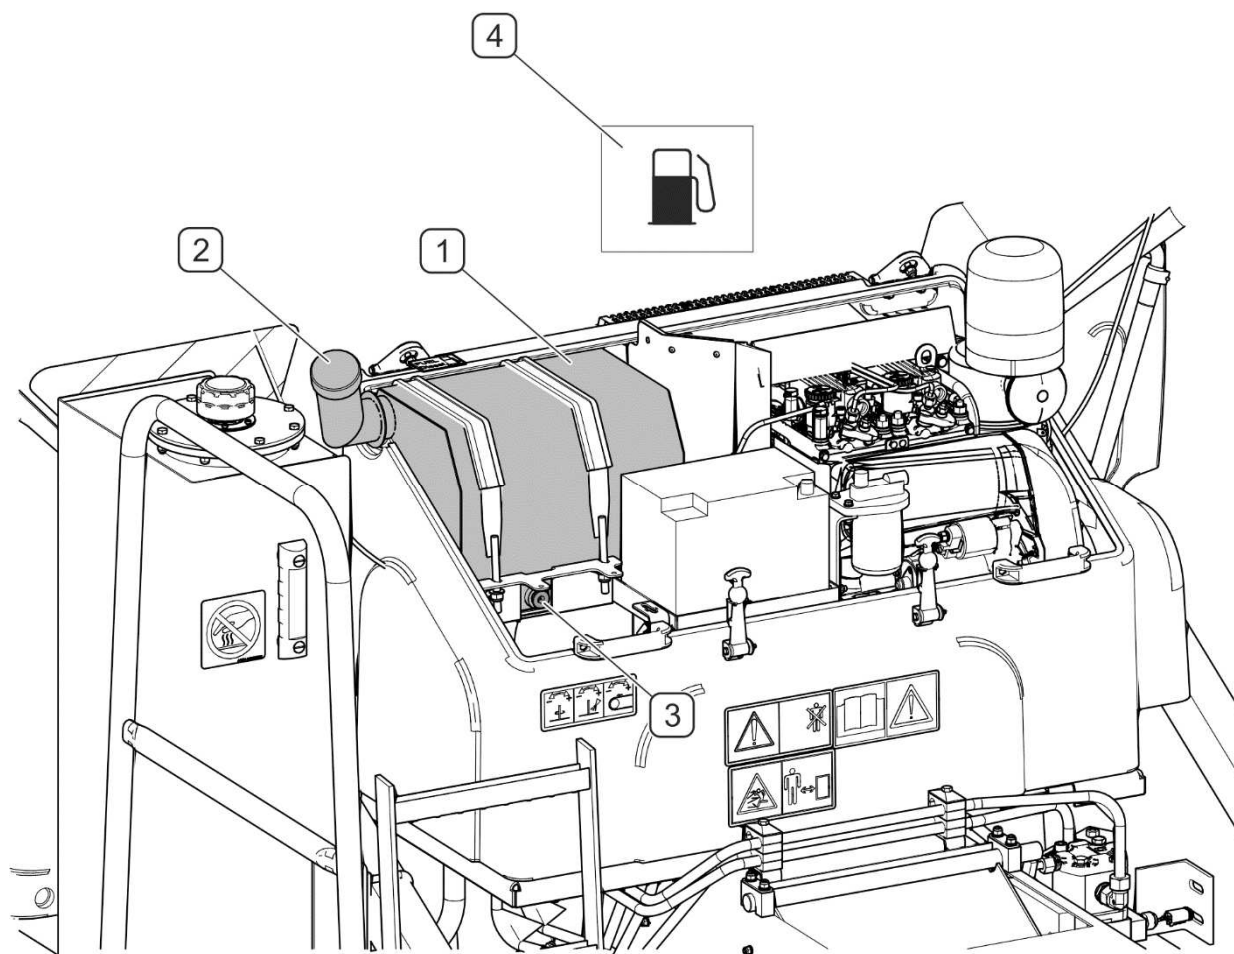

РИСУНОК 4.2 Проверка уровня топлива
- Если при включении пульта на дисплее появится сигнал "Низкий уровень топлива" (4) (РИСУНОК 4.2), то необходимо пополнить запас топлива.